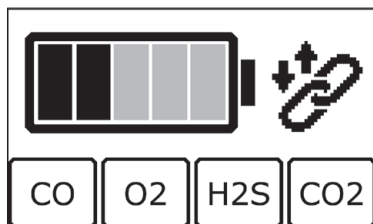

Fig. 15: equipamento no modo de carregamento
- O aparelho muda para o modo de carregamento (fig. 15).